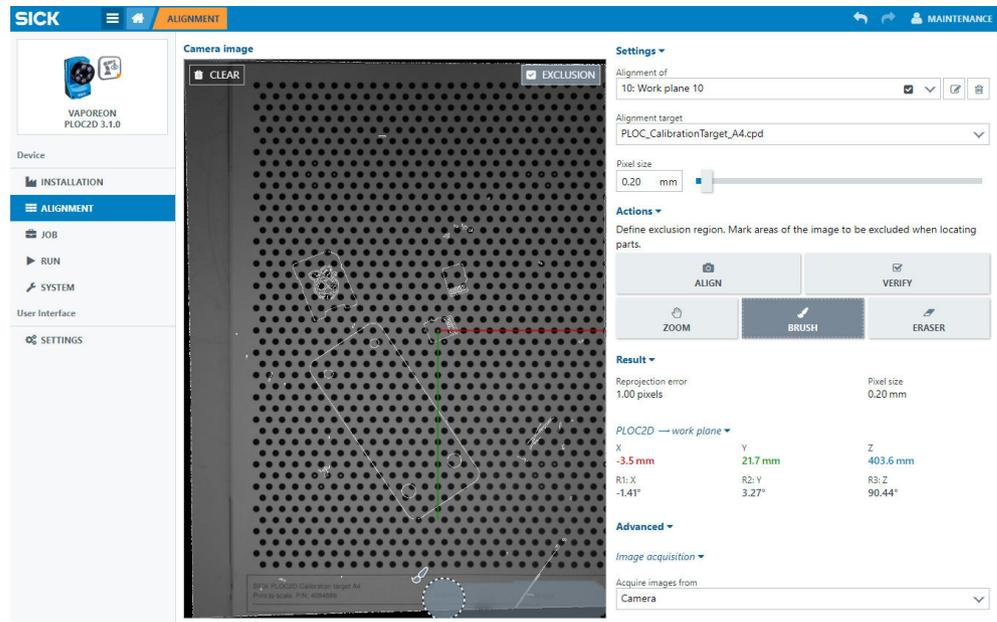

Abbildung 15: Sperrbereich der Arbeitsebene
- Klicken Sie auf **Pinsel**, um einen Sperrbereich zu zeichnen. Siehe Abbildung 15.